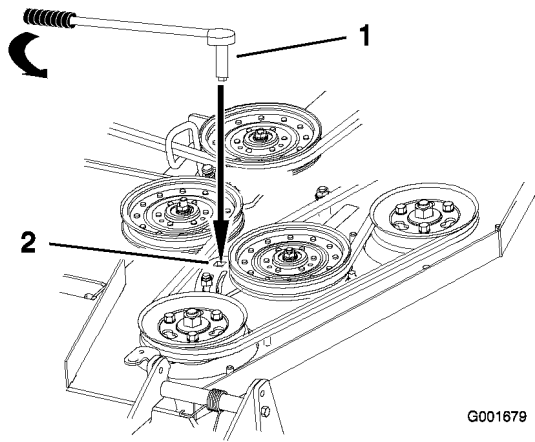

Figure 49
7. Insérez une douille courte avec manche à rochet ou une barre de levier dans le trou carré du bras de la poulie de renvoi fixe (Figure 49).